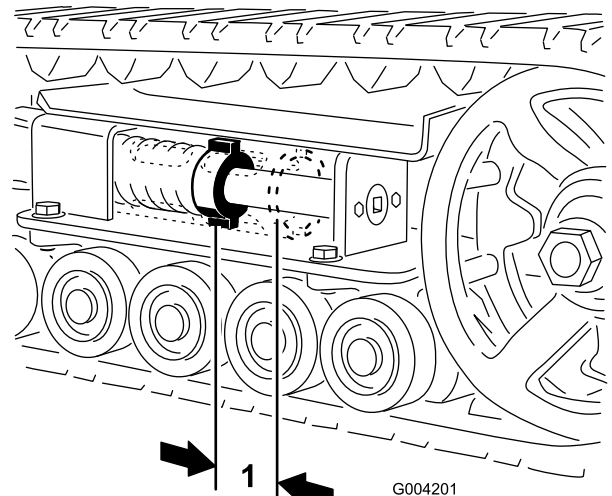
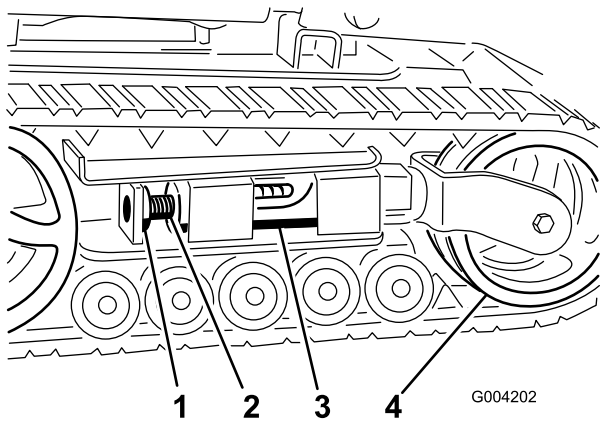
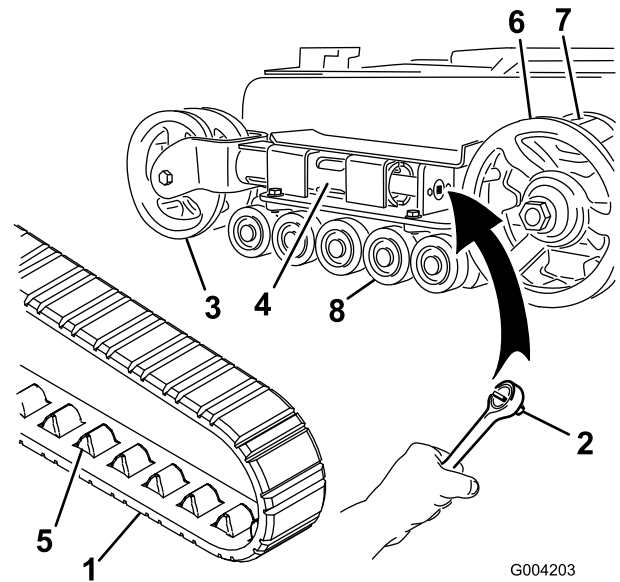
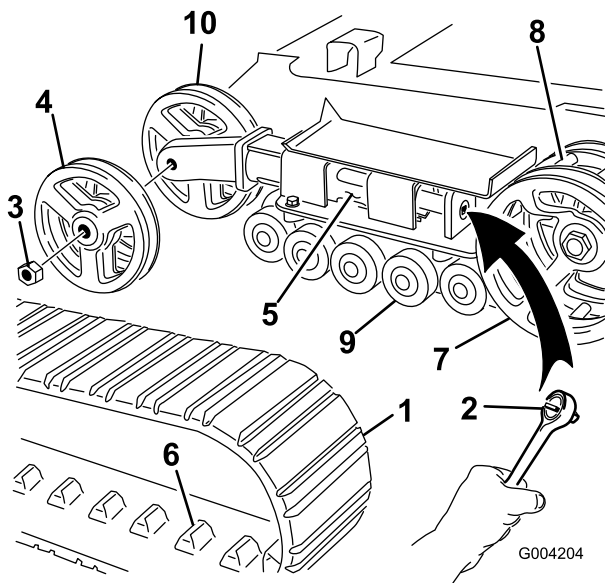

Bild 45
Bild 46
Bild 47
Bild 48
Zwischen der Spannungsmutter und der Rückseite des Spannungsrohrs sollte ein Abstand von 7 cm sein (Bild 45). Stellen Sie ansonsten die Kettenspannung wie folgt ein:
3. Entfernen Sie die Befestigungsschraube und Mutter (Bild 46).
4. Drehen Sie die Spannschraube mit einem Sechskantschlüssel (1/2 Zoll) (Bild 47) nach links, bis der Abstand zwischen der Spannmutter und der Rückseite des Spannungsrohrs 7 cm beträgt (Bild 45).
5. Richten Sie die am nächsten liegende Kerbe in der Spannschraube mit dem Loch der Befestigungsschraube aus und befestigen Sie die Schraube mit der Befestigungsschraube und Mutter (Bild 46).
5. Drücken Sie das Spannrاد zur Rückseite der Maschine, um den Abzweigschlauch gegen den Rahmen zu bewegen (Bild 47). (Wenn es den Rahmen nicht berührt, drehen Sie die Spannschraube so lange, bis es funktioniert.)
7. Wenn Sie die Kette vom Spannrاد entfernt haben, entfernen Sie sie auch vom Antriebsrad und den Straßenrädern (Bild 47).
8. Legen Sie die neue Kette, beginnend beim Antriebswirbel, um den Wirbel und stellen Sie sicher, dass die Stollen an der Kette zwischen die Speichen des Antriebsrads passen (Bild 47).
9. Drücken Sie die Kette unter und zwischen die Straßenräder (Bild 47).
11. Drehen Sie die Spannschraube nach links, bis der Abstand zwischen der Spannmutter und der Rückseite des Abzweigschlauchs 7 cm beträgt (Bild 45).
4. Lösen Sie die Antriebsspannung mit einem Sechskantschlüssel (1/2 Zoll), indem Sie die Spannschraube nach rechts drehen (Bild 46 und Bild 47).
4. Lösen Sie die Antriebsspannung mit einem Sechskantschlüssel (1/2 Zoll), indem Sie die Spannschraube nach rechts drehen (Bild 46 und Bild 48).
5. Drücken Sie das Spannrad zur Rückseite der Maschine, um den Druckschlauch gegen den Rahmen zu bewegen (Bild 48). (Wenn es den Rahmen nicht berührt, drehen Sie die Spannschraube so lange, bis es funktioniert.)
6. Nehmen Sie die Mutter ab, mit der das äußere Spannrad befestigt ist. Nehmen Sie das Rad ab (Bild 48).
7. Nehmen Sie die Kette ab (Bild 48).
8. Nehmen Sie die Mutter ab, mit der das innere Spannrad befestigt ist. Nehmen Sie das Rad ab (Bild 48).
12. Setzen Sie das innere Spannrad ein und befestigen Sie es mit der vorher abgenommenen Mutter (Bild 48).
14. Montieren Sie die neue Kette. Achten Sie darauf, dass die Stollen in der Kette zwischen die Speichen in der Mitte des Antriebsrads passen (Bild 48).
15. Setzen Sie das äußere Spannrad ein und befestigen Sie es mit der vorher abgenommenen Mutter (Bild 48).
17. Drehen Sie die Spannschraube nach rechts, bis der Abstand zwischen der Spannmutter und der Rückseite des Abzweigschlauchs 7 cm beträgt (Bild 45).